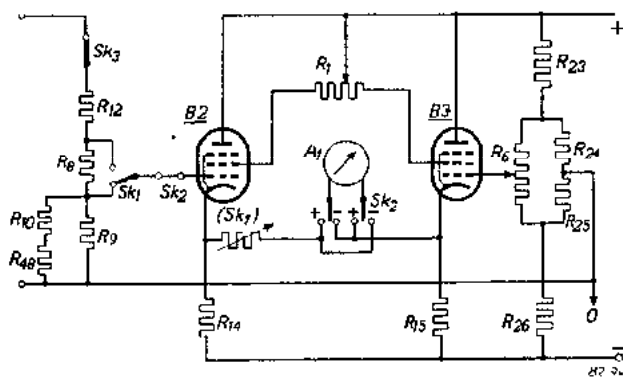

Fig. 1. Meting gelijkspanning
**Gelijkspanningen** worden gemeten door deze via een verzwakker toe te voeren aan het stuurrooster van een pentode welke deel uit maakt van een tak van een brugschakeling ( $B_2$  in fig. 1). Deze tak wordt gecompliceerd door de weerstand  $R_{14}$ . De tweede tak van de brug bestaat uit  $B_3$  en  $R_{15}$ .